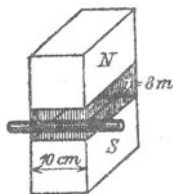

Fig. 68.
175. Welche elektromotorische Kraft entsteht in einem Leiter, der auf 10 [15] (20) cm Länge mit 8 [10] (20) m Geschwindigkeit in einem konstanten magnetischen Felde von der Dichte 5000 [7000] (8000) bewegt wird? (Fig. 68.)